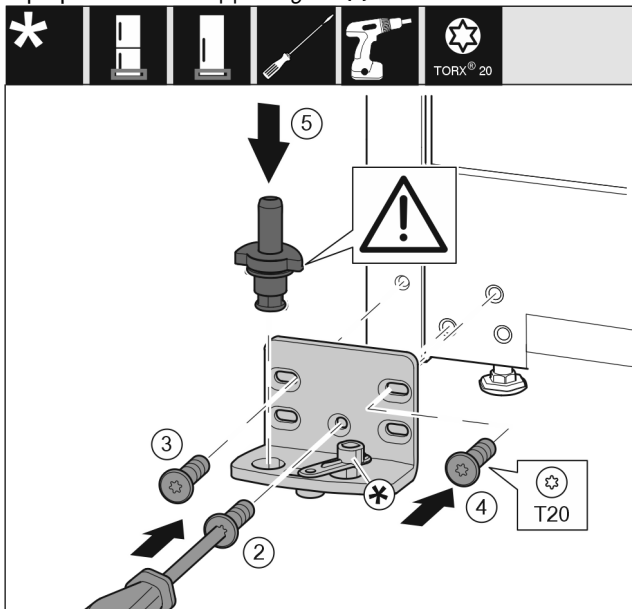

Fig. 14
- Εφαρμόστε το στήριγμα στην άλλη πλευρά και βιδώστε το με τη βοήθεια ενός κατσαβιδιού T20. Αρχίστε με τη βίδα 2 κάτω στο κέντρο. Fig. 14 (2)
- Σφίξτε τη βίδα 3 και 4. Fig. 14 (3,4)
- Τοποθετήστε ολόκληρο τον πείρο. Βεβαιωθείτε ότι το έκκεντρο ασφάλισης είναι στραμμένο προς τα πίσω. Fig. 14 (5)